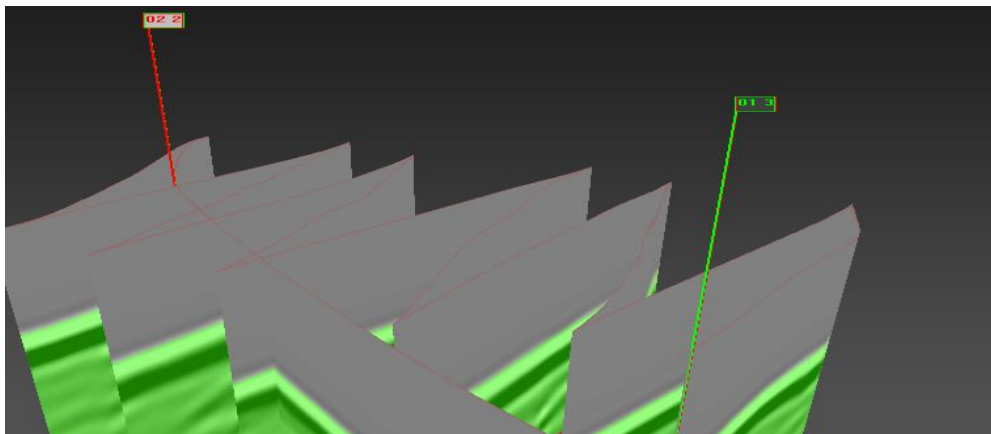

Рис. 4.18 - Текстовые метки
- позволяет отобразить/убрать текстовые метки (Рис. 4.18).